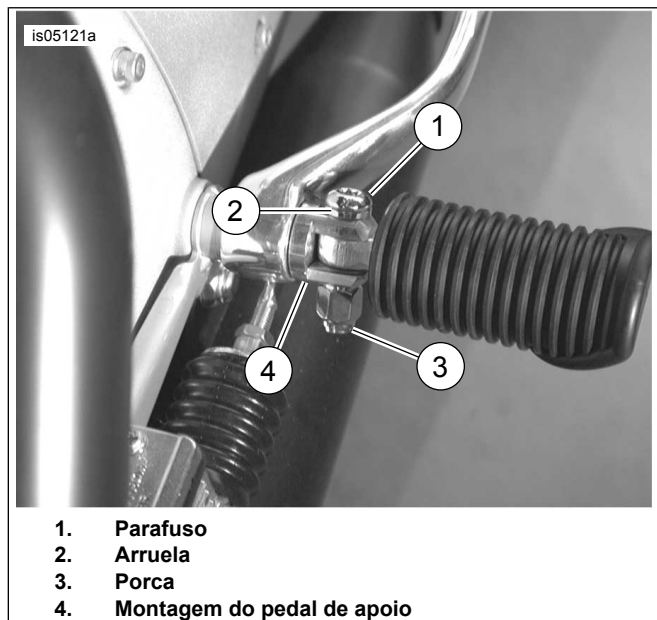

Figura 2. Instalação do parafuso do pedal
2. Figura 2 Instale o pedal com a arruela (2) e o parafuso (1)